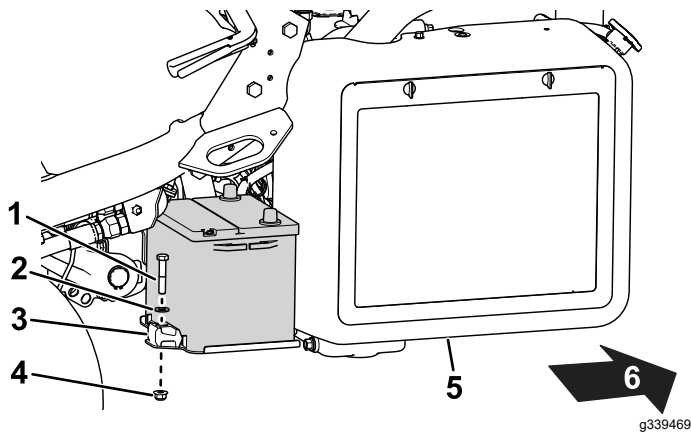

図 39
2. バッテリーをトレイに固定している金具類を外して 図 39バッテリーを機体から外す。
5. バッテリートレイの上にバッテリーを置き、先ほど取り外した棒と固定具で固定する 図 39。